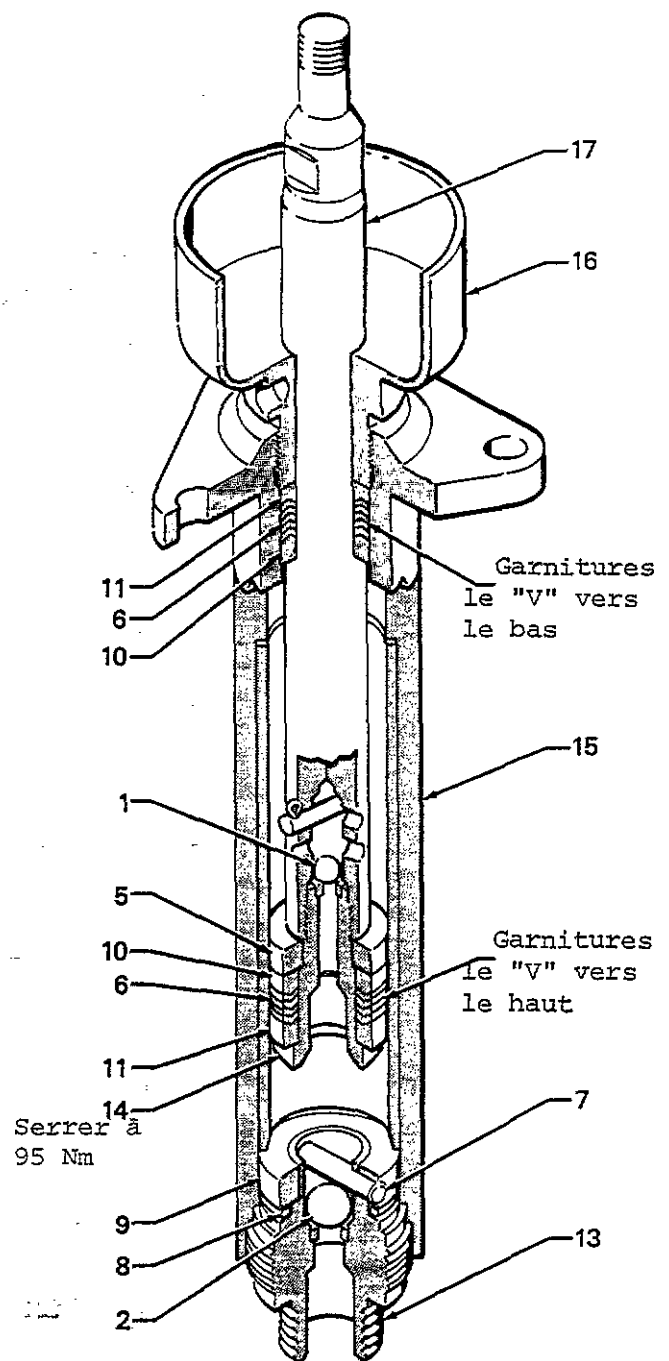

Fig 2
Desserrer le corps du clapet de pied (13) du cylindre (15). Si le clapet est collé, injecter quelques gouttes d'huile sur les filetages, puis tapoter tout autour du clapet à l'aide d'un petit marteau pour le décoller. Voir Fig 2. Retirer la goupille (7), la bille (2), l'arrêt (9) et le joint torique (8).
Lorsque l'on re-assemble le piston, veiller à ce que l'ordre dans lequel sont montés les chapeaux et les garnitures soit respecté. Voir Fig 2. Le "V" des garnitures doit être dirigé vers le haut.